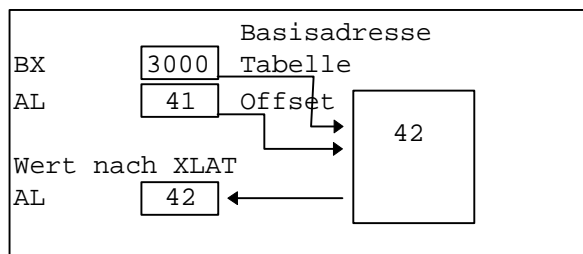

Bild 2.17: Translate Code per XLAT-Befehl
Das Beispiel läßt sich mit DEBUG nicht nachvollziehen, da diese Programm keine Variablen unterstützt. Das Register BX wird in obigem Beispiel als Basiszeiger auf den Tabellenanfang genutzt. Der Wert des Zeichens in AL dient als Offset in die Tabelle *table*. Der Zugriff kann aber nur über das Register SI oder DI erfolgen. Deshalb ist der Wert in das Register SI zu kopieren. Erst dann kann über die indirekte Adressierung der Eintrag der Tabelle in AL zurückgelesen und weiterverarbeitet werden. Da der Wert des ASCII-Zeichens identisch mit dem Index in die ASCII-Tabelle ist, kann hier auf die explizite Angabe der Tabelle mit den zu wandelnden Zeichen verzichtet werden. Die Umsetzung ist trotzdem recht aufwendig, mit dem XLAT-Befehl läßt sich die Aufgabe wesentlich einfacher erledigen. Bild 2.17 gibt die Wirkungsweise des Befehls schematisch wieder.
Das Register BX dient als Zeiger auf eine Tabelle mit 255 Einträgen (Bytes). Als Segment wird dabei das Datensegment benutzt. Der Inhalt des Registers AL bezeichnet den Offset in die Tabelle. Der XLAT-Befehl liest den durch BX+AL adressierten Tabellenwert aus dem Datensegment (DS) und speichert diesen im Register AL. In Bild 2.17 wird der Wert 41H aus AL durch den Tabellenwert 42H ersetzt. Obiges Beispiel reduziert sich damit auf folgende Befehle: